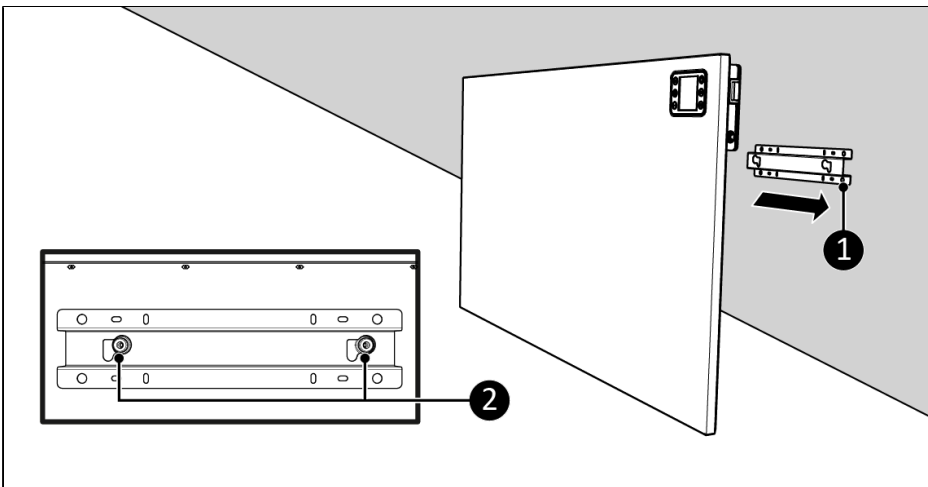

Abbildung 49.
9. Platzieren Sie die Gerätehalterung (Abbildung 49, Pos. 2) über der Wandhalterung (Abbildung 49, Pos. 1).